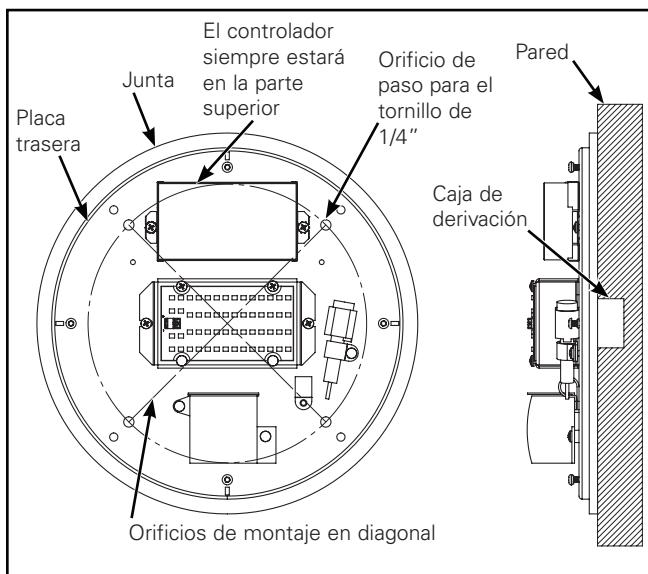

Figura 4. Instalación de la unidad plana
3. Centre la placa de montaje en un techo o pared planos por encima de la caja de derivación. Utilice la placa de montaje como plantilla para presentar las ubicaciones de los tornillos. (Figura 4.)
- Alinee la luminaria sin la lente con los cuatro orificios de montaje. Para el montaje en pared, tenga en cuenta que el controlador estará orientado hacia arriba como se muestra (Figura 4). Ajuste los cuatro tornillos de montaje lo suficiente como para comprimir el alojamiento contra la junta.